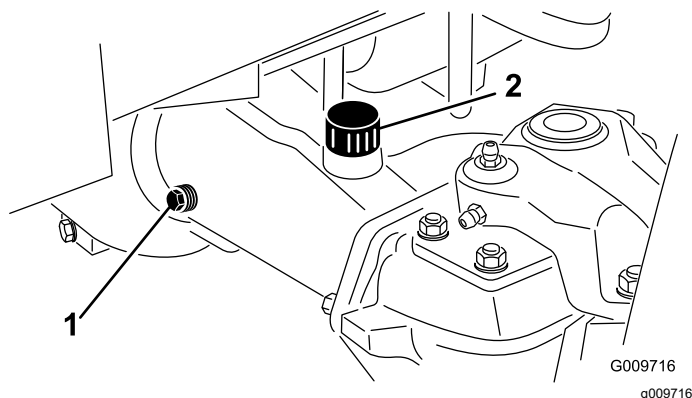

Figure 143
2. Retirez le bouchon de contrôle à une extrémité du carter de pont (Figure 143).